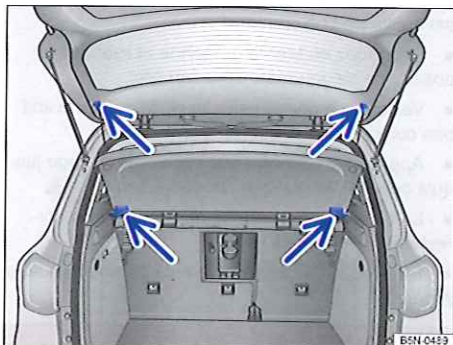

Fig. 97 Dans le coffre à bagages : dépose et repose du couvercle.
- Débranchez les sangles de retenue du hayon ⇒ fig. 97 (flèches du haut).
- Tirez le couvercle vers l'arrière pour le faire sortir des fixations latérales ⇒ fig. 97 (flèches du bas).
- Poussez le couvercle vers l'avant dans les fixations latérales ⇒ fig. 97 (flèches du bas).
- Accrochez les sangles de retenue au hayon ⇒ fig. 97 (flèches du haut).